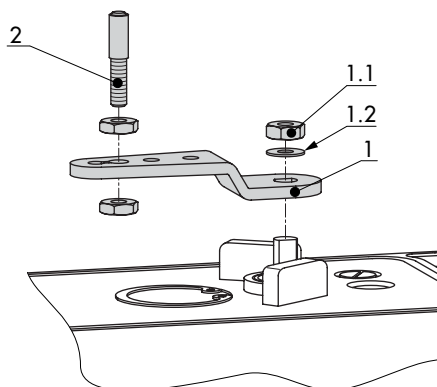

**Fig. 5-1:** Orifício de despressurização (traseira do posicionador)
- Não sele nem limite a abertura de despressurização (consulte Fig. 5-1) quando o dispositivo é instalado no local.